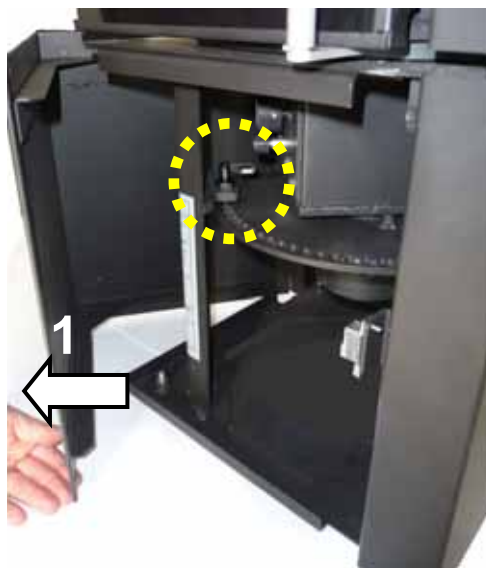

Abb. 23: Position Arretierungshebel
- Sockeltüre öffnen (Abb. 23 Pos.1)